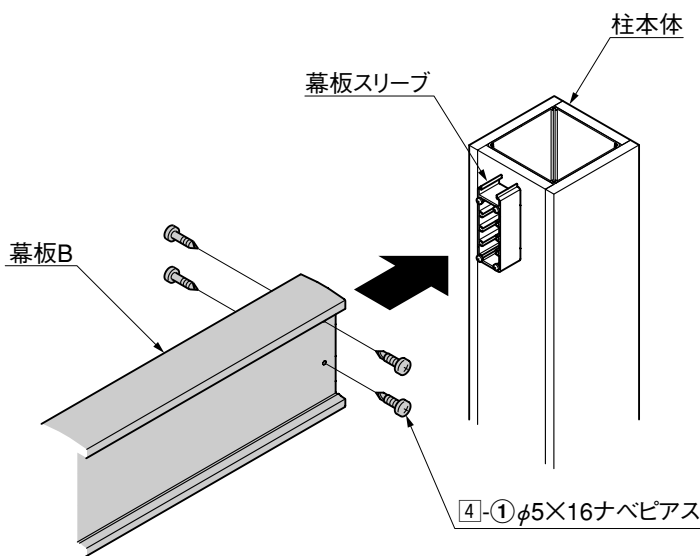

図2-5
③ 幕板Bの横から幕板スリーブをはめ込み4-①で取付けてください。(図2-5参照)